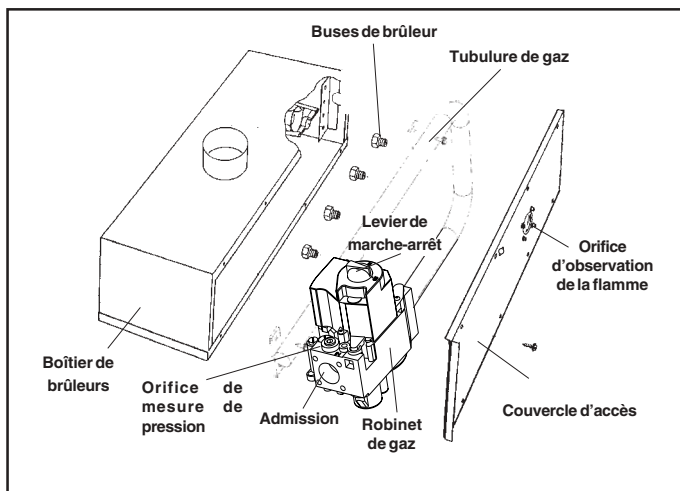

Figure 2 - Boîtier de brûleur scellé typique avec couvercle d'accès
5. Rebrancher les tubes de pression en caoutchouc sur le robinet de gaz et le boîtier des brûleurs. Reposer le couvercle d'accès aux brûleurs. Cette étape ne s'applique qu'au boîtier de combustion scellé, montré à la figure 2.